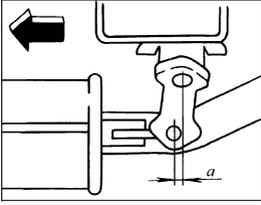

图 2-137 卡环后侧与后消声器间距离
4) 如图 2-137 所示，向前推排气系统后部部件，使卡环后侧与后消声器间距离 $a=12\sim 14\text{mm}$ 。